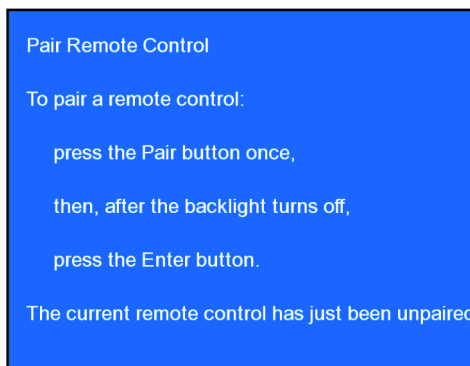

Рис. 3-43 Привязка пульта дистанционного управления
3. Появится меню, показанное на Рис. 3-43.